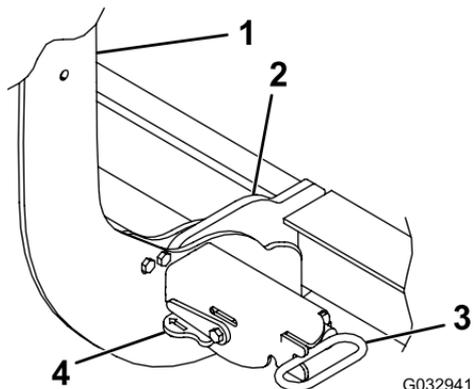

Figure 20
4. Tournez les leviers sur les accouplements à la position de DÉVERROUILLAGE (Figure 20).